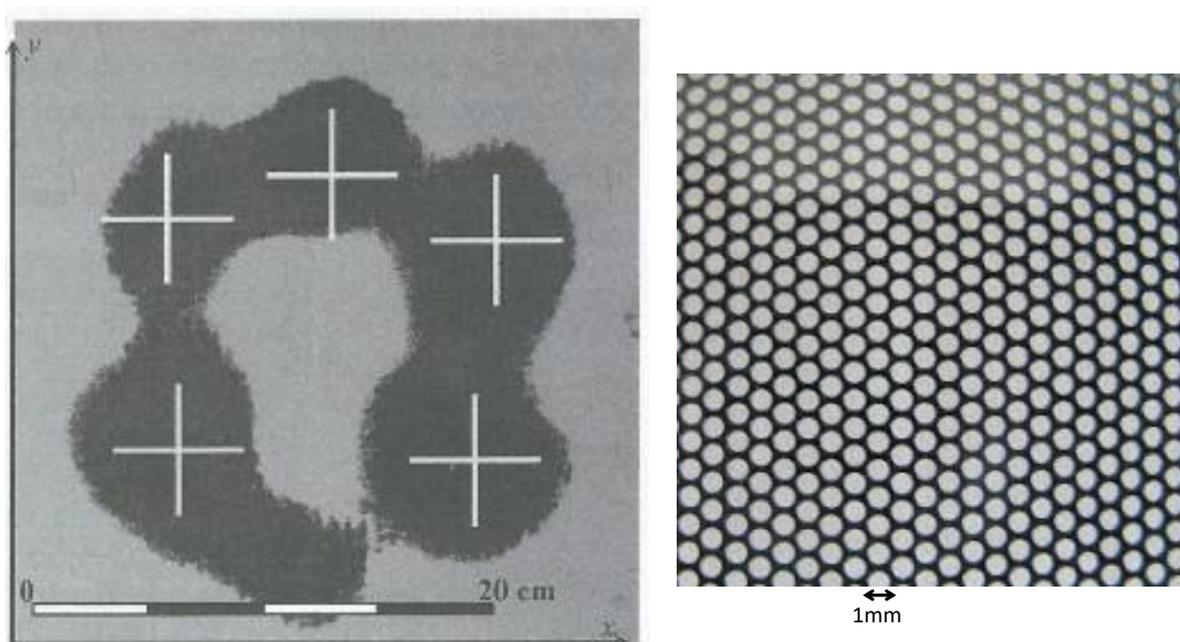

FIGURE 3. Cavity du four. A gauche : le chocolat fondu est repéré par les croix. A droite : détail de la porte d'un four à micro-ondes.
figure 3 à gauche, calculer l'ordre de grandeur de la longueur d'onde des ondes dans la cavité. Était-ce prévisible ?
22. La porte d'un four micro-onde est recouverte d'un feuillet métallique comportant des trous d'environ 1 à 2 mm de diamètre (voir Figure 3). Quelle est leur fonction ? Est-ce que cela présente un danger pour l'utilisateur ?